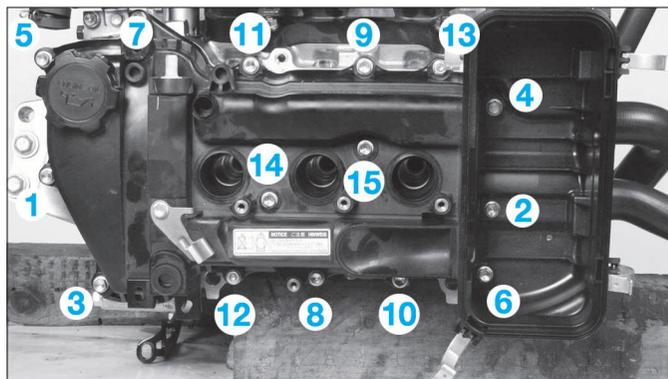

FIG. 25
- Déposer les vis du couvre culasse, dans l'ordre indiqué (Fig.25).